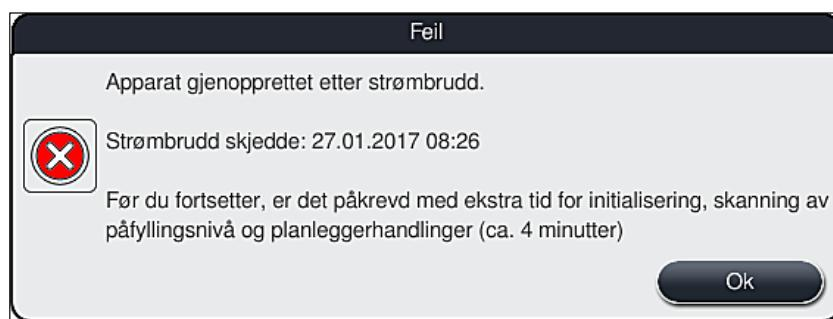

Fig. 104
- ① Den første informasjonsmeldingen etter at enheten starter igjen, varsler brukeren automatisk om tidspunkten for strømbruddet (→ "Fig. 104"). Bekreft meldingen med **OK**-knappen. Deretter vises flere instruksjoner om hvordan fargeprosessen skal fortsettes.